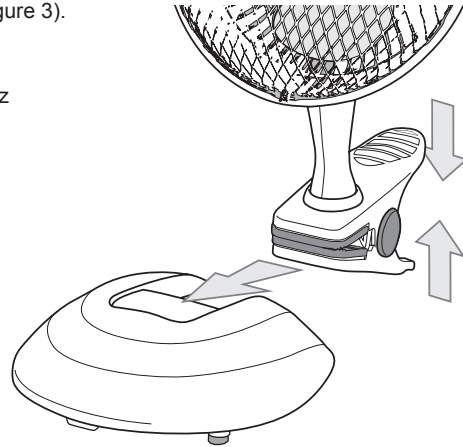

Figure 3
1. Appuyez aux extrémités de la pince (voir la figure 3).